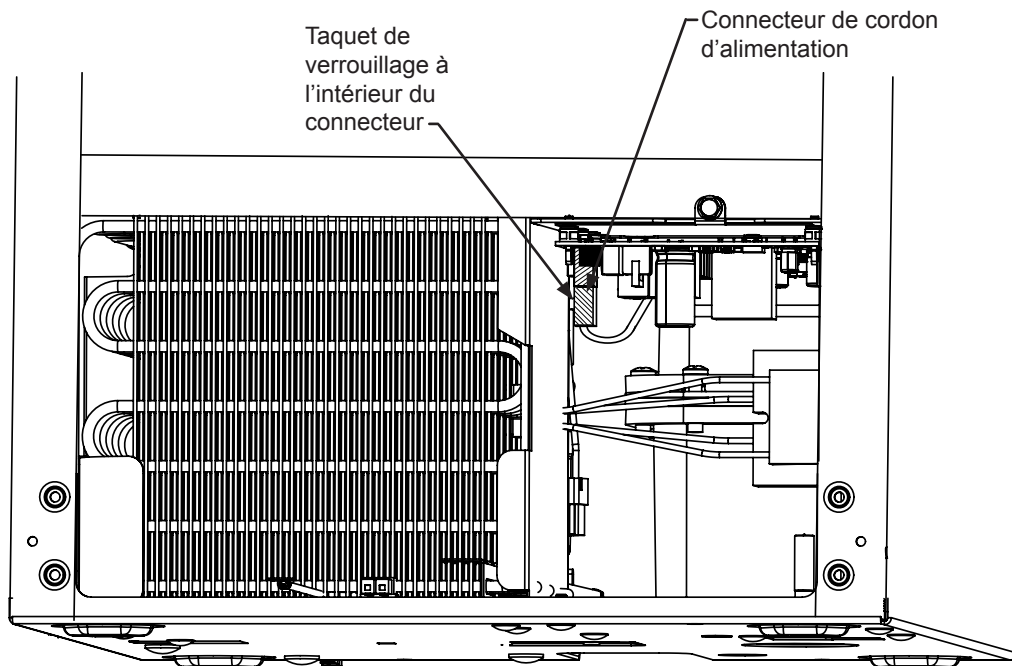

Figure 4
4. Débranchez le connecteur de cordon d'alimentation de la carte électronique principale. Appuyez sur le verrouillage du connecteur et tirez vers le bas pour désengager le connecteur (Voyez la Figure 4). Placez l'extrémité du cordon d'alimentation munie du connecteur vers l'arrière de la machine à glaçons.